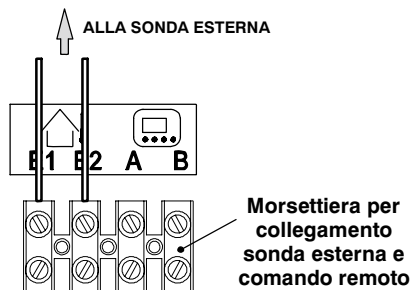

Figura 5.18
- Collegare ai morsetti **E1** e **E2** della morsettiera i due conduttori elettrici come indicato in Figura 5.18.